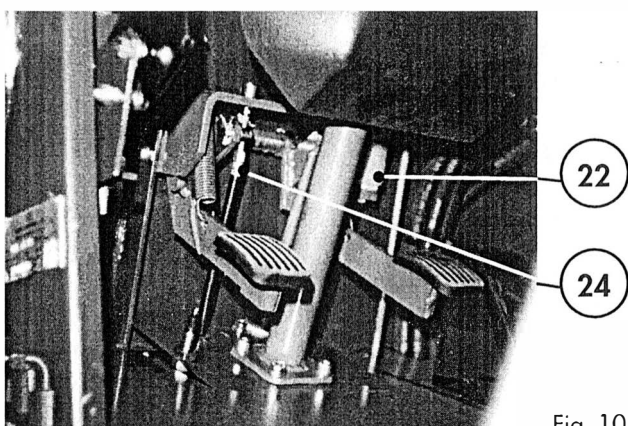
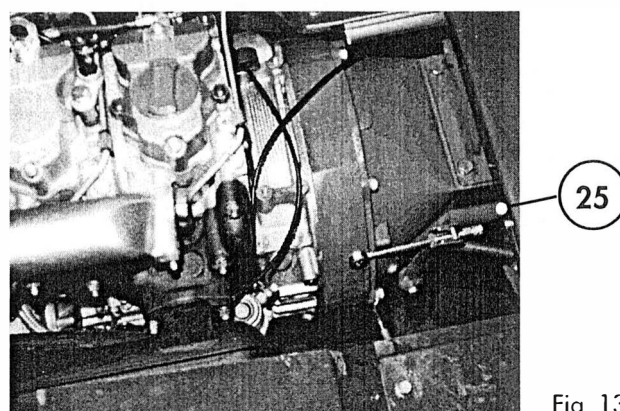

Fig. 10
Fig. 13
- 3) Comprobar el nivel del líquido de frenos. En caso necesario añadir líquido de frenos, en el depósito (22) Fig. 10, hasta situar el nivel entre las marcas MAX. y MIN.
El ajuste de este juego se realiza mediante los tensores (24) Fig. 10 y (25) Fig. 13
La carrera en vacío que debe tener el pedal de embrague (9), Fig. 1 antes de desconectar es aproximadamente 2 cm. Regular la carrera del pedal en función del desgaste del disco, mediante los tensores (24) Fig. 10 y (25) Fig. 13